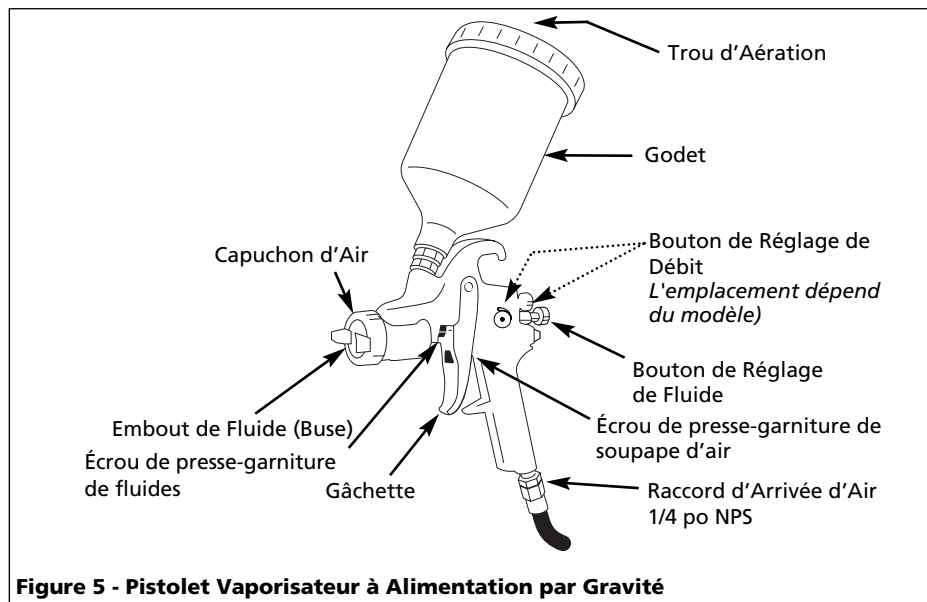

Figure 5 - Pistolet Vaporisateur à Alimentation par Gravité
5. Desserrer les écrous de presse-étoupe. Remplacer le presse-étoupe SEULEMENT si la fuite ne peut pas être étanchée en resserrant l'écrou. (Voir Figure 5). Ne pas trop serrer un écrou de presse-étoupe, ceci peut limiter le déplacement de l'aiguille.